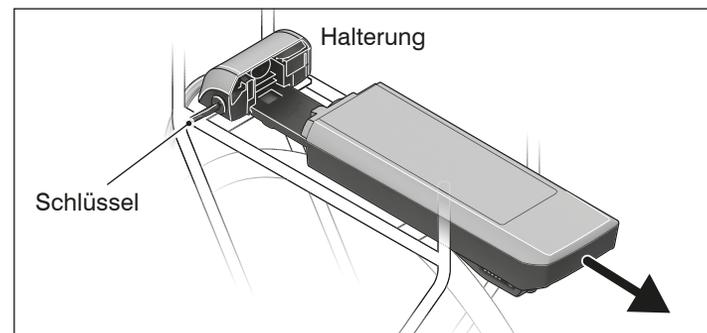

Abb.: B-2 Gepäckträgerakku (Typ 2) entnehmen.
- Ziehen Sie den Akku vorsichtig nach hinten aus der Akkuaufnahme (siehe Abb.: B-2).